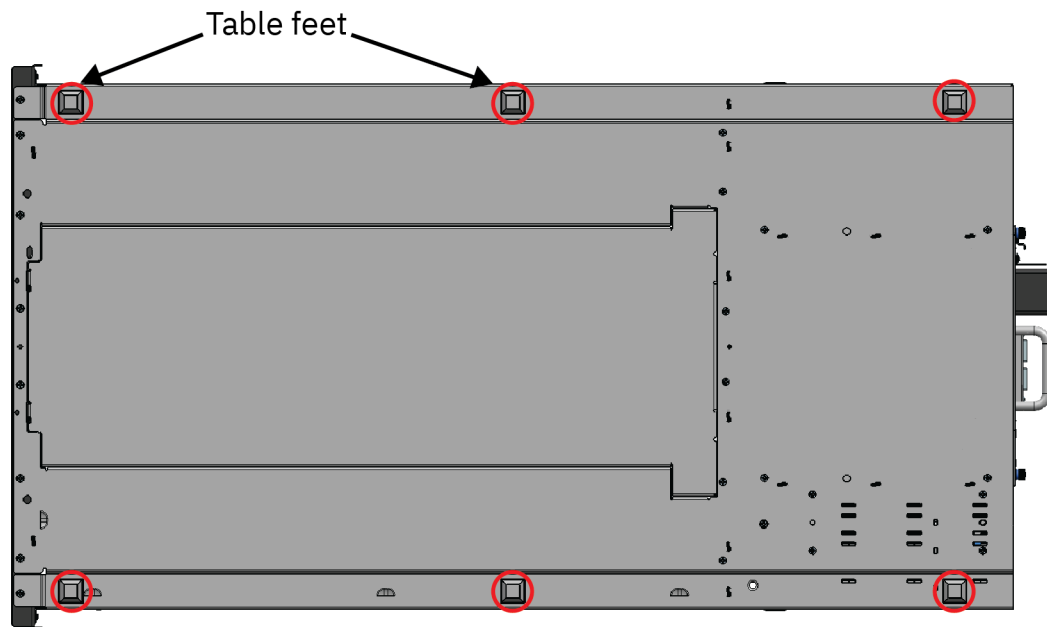

Figura 20. Pies de mesa
4. Añada pies a la base del módulo. Consulte Figura 20 en la página 44.